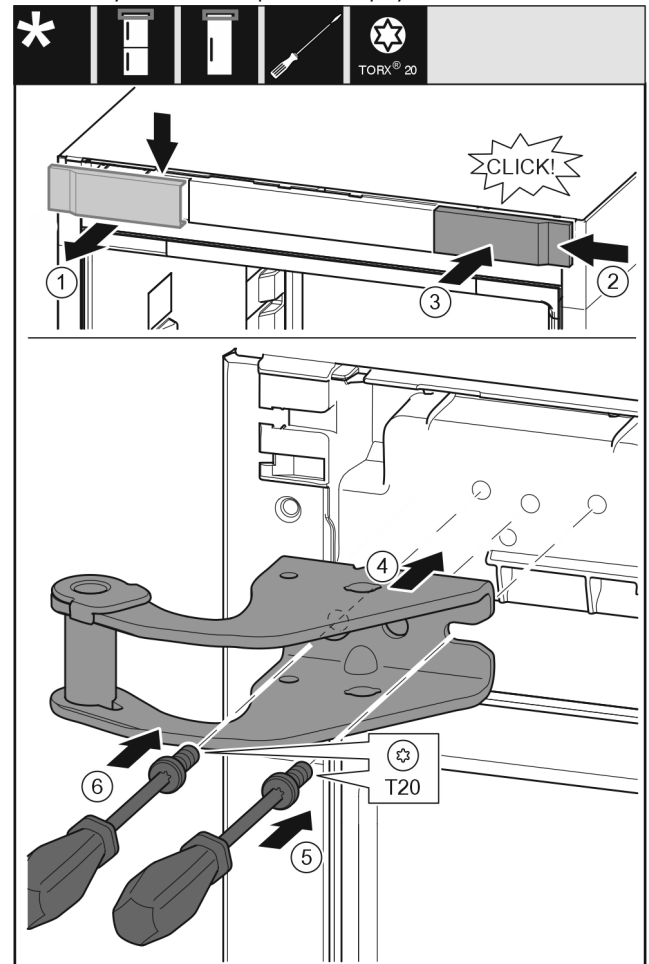

Fig. 9
- ▶ Retirar la cubierta desde arriba hacia delante. Fig. 9 (1)
- ▶ Enganchar por la derecha la cubierta girada 180° en el otro lado. Fig. 9 (2)
- ▶ Encajar la cubierta. Fig. 9 (3)
- ▶ Colocar el soporte de apoyo superior. Fig. 9 (4)
- ▶ Colocar y apretar el tornillo con el destornillador T20. Fig. 9 (5)
- ▶ Introducir y apretar el tornillo con el destornillador T20. Fig. 9 (6)